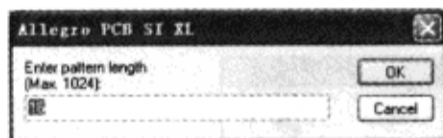

图 5-3-16 输入框
(6) 单击列表中第一行的“Bit Pattern”栏后面的下拉箭头，从列表中选择“Random”，弹出输入框，如图 5-3-16 所示。